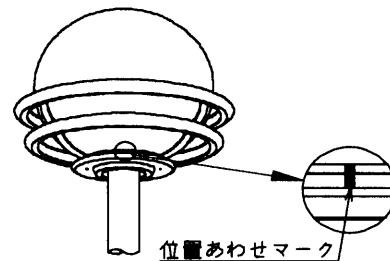

図4
- ⑥ 再びグローブをかぶせグローブ固定ねじ（ローレットねじ）を確実に締めグローブを固定してください。グローブの取り付けの際は、ホルダー側とグローブ側の取付位置マークを合わせてください。（図4）